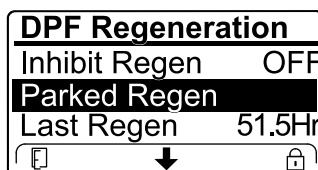

Figura 57
- Se o computador do motor pedir uma regeneração de recuperação ou se estiver a processar uma regeneração de recuperação e percorrer a opção REGENERAÇÃO EM ESTACIONAMENTO, a regeneração em estacionamento bloqueia e o ícone de bloqueio (Figura 57) surge no canto inferior direito do InfoCenter.